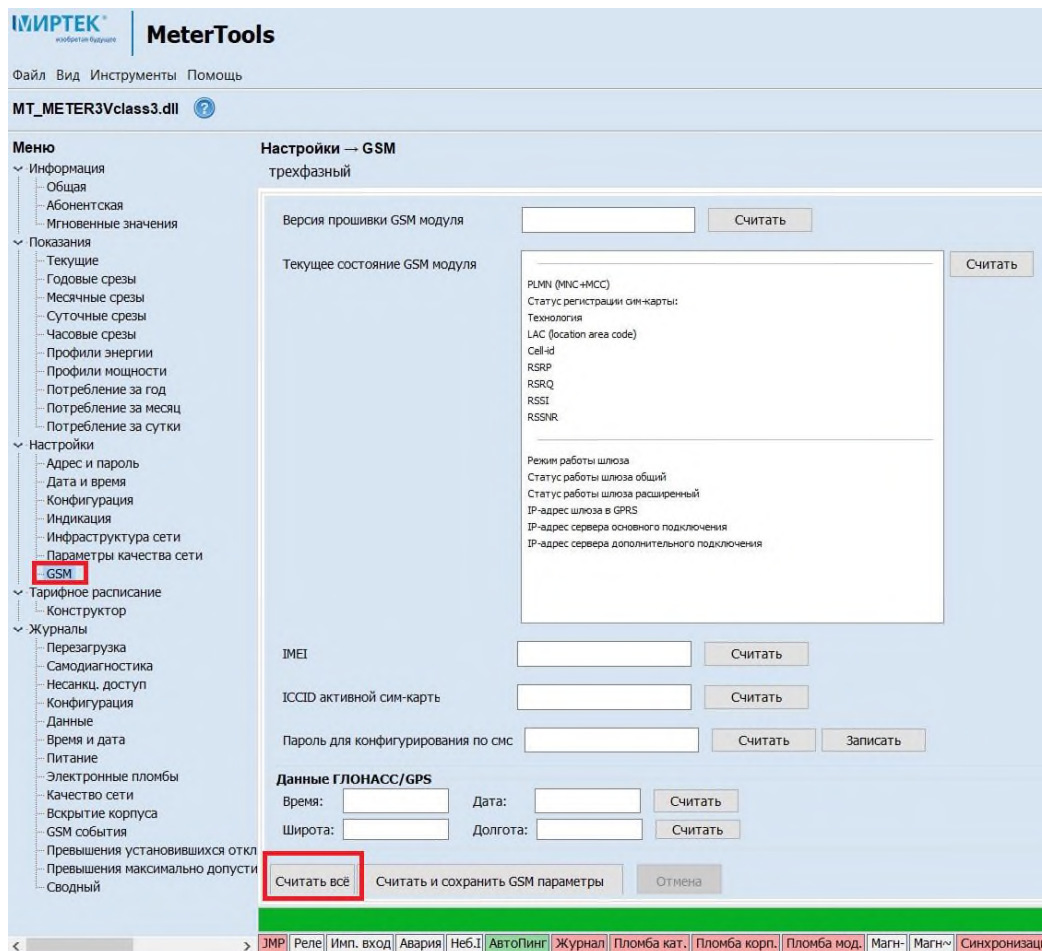

Рисунок 3.1. Считывание данных о настройках GSM модуля прибора.
- 3.3 В конце списка настроек нажать «Считать все» (рис. 3.1).